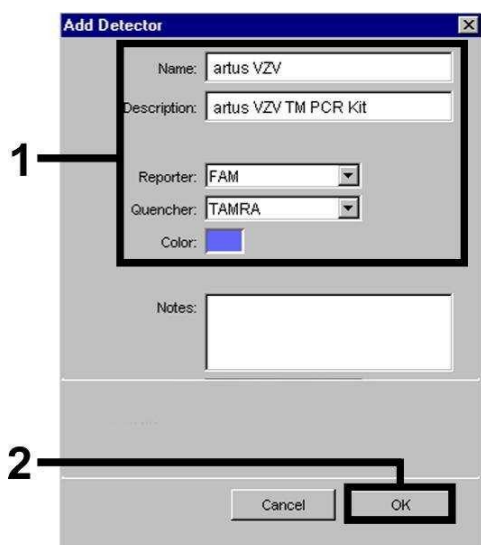
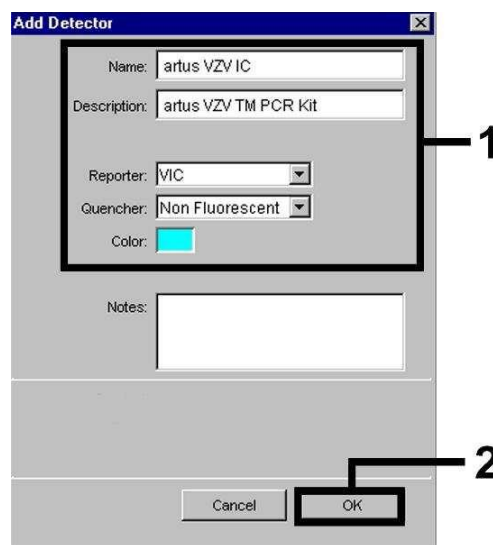
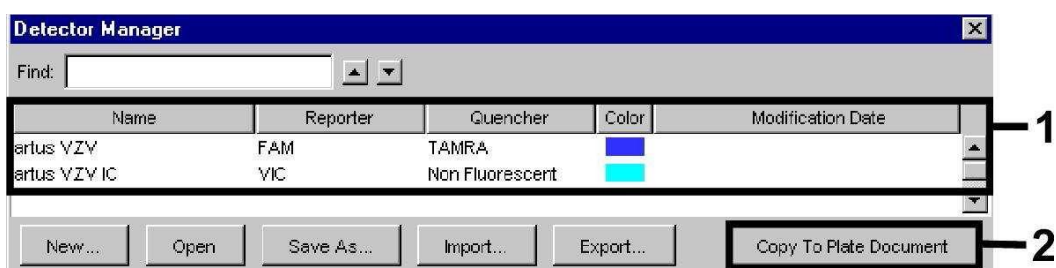

Fig. 17: Framtagning av VZV-specifik detektor (*Detector Manager*).
Fig. 18: Framtagning av IC-specifik detektor (*Detector Manager*).
Fig. 19: Val av detektorer (*Detector Manager*).
I det fönster som nu visas definierar du (enligt Fig. 17 och Fig. 18) för detektion av VZV-DNA Reporter/Quencher-kombinationen **FAM/TAMRA**, för detektion av *Internkontroll* väljer du kombinationen **VIC/Non Fluorescent**. Genom att bekräfta uppgifterna (OK) kommer du tillbaka till *Detector Manager*. Markera de framtagna detektorerna och för över varje val till *Setup*-planet (se Fig. 19) genom att klicka på alternativet *Copy to Plate Document*. Stäng fönstret (*Done*).